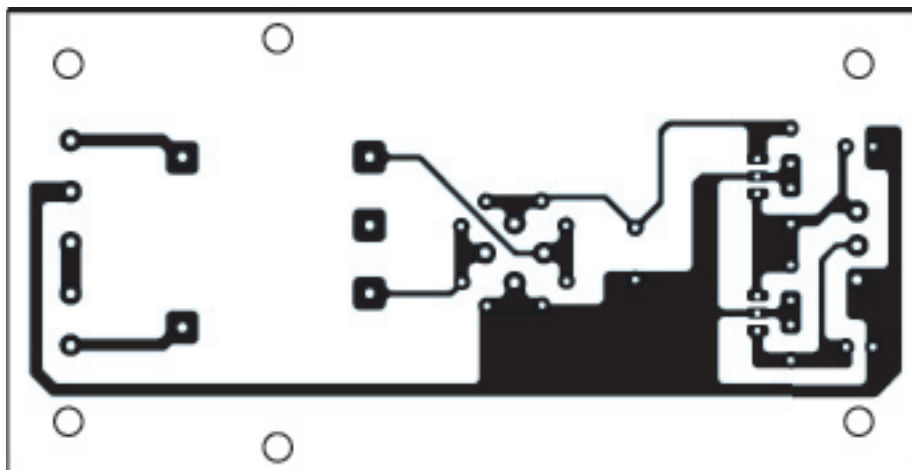

Figure 11b : Dessin, à l'échelle 1:1, du circuit imprimé de la platine d'alimentation EN1701.
- platine d'alimentation **EN1701** simple face **figure 11b**